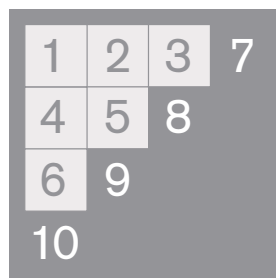

Figura 15
4.5 COMPLETAR CADA CUADRÍCULA (VÉASE LA FIGURA 15).